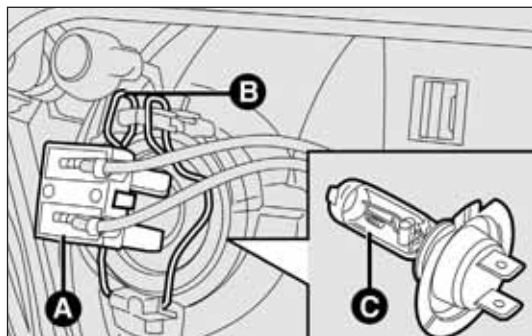

fig. 179
- ☐ desconecte el conector eléctrico A-fig. 179;
- ☐ desenganche el muelle de sujeción de la lámpara B-fig. 179;
- ☐ extraiga la lámpara C-fig. 179 y sustitúyala;